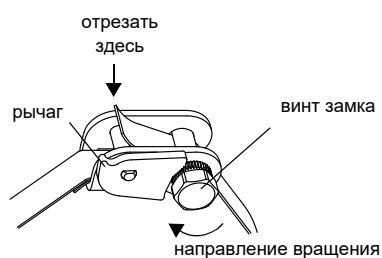

Рис. 8.42: Храповой замок со стальной лентой
- Отрежьте лишнюю стальную ленту (смотри Рис. 8.42).
Примечание! Надавите на рычаг вниз, чтобы отпустить винт и стальную ленту (смотри Рис. 8.42).